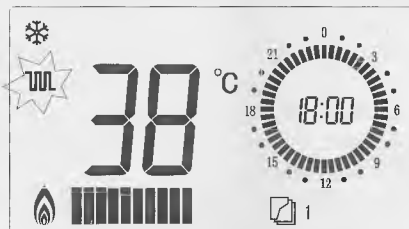

Рис.2 Пример на момент зажигания и движения в отопительном состоянии
- (5) После нормального зажигания и движения настенного камина, на низком месте появится код "🔥" и код "▬▬▬▬"указательной лампочки для мощности, см. правый рис.2;
- (6) Пользователи могут нажать кнопки "+" и "-" для вторичной установки отопительной выходной температуры. После установки настенный камин автоматически сохранит установленные параметры, на экране снова высветит текущее состояние движения и тотчасное значение температура отопительной выходной воды.